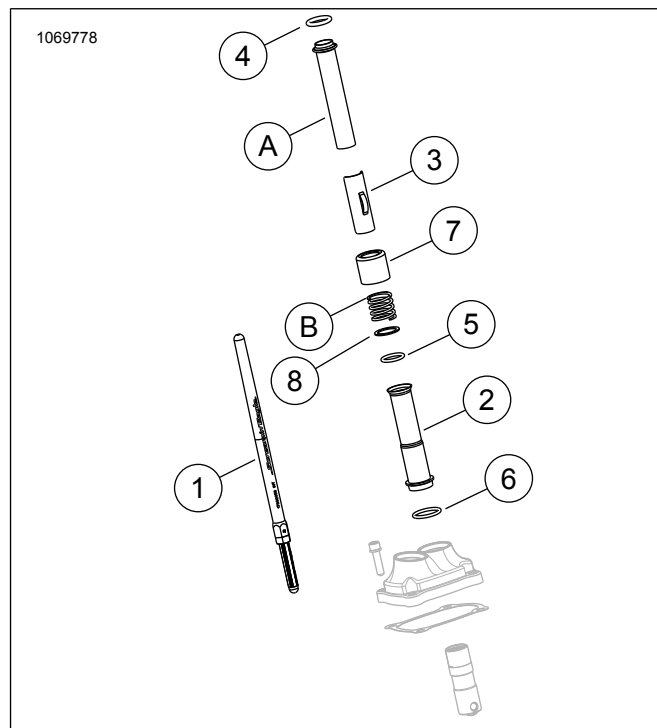
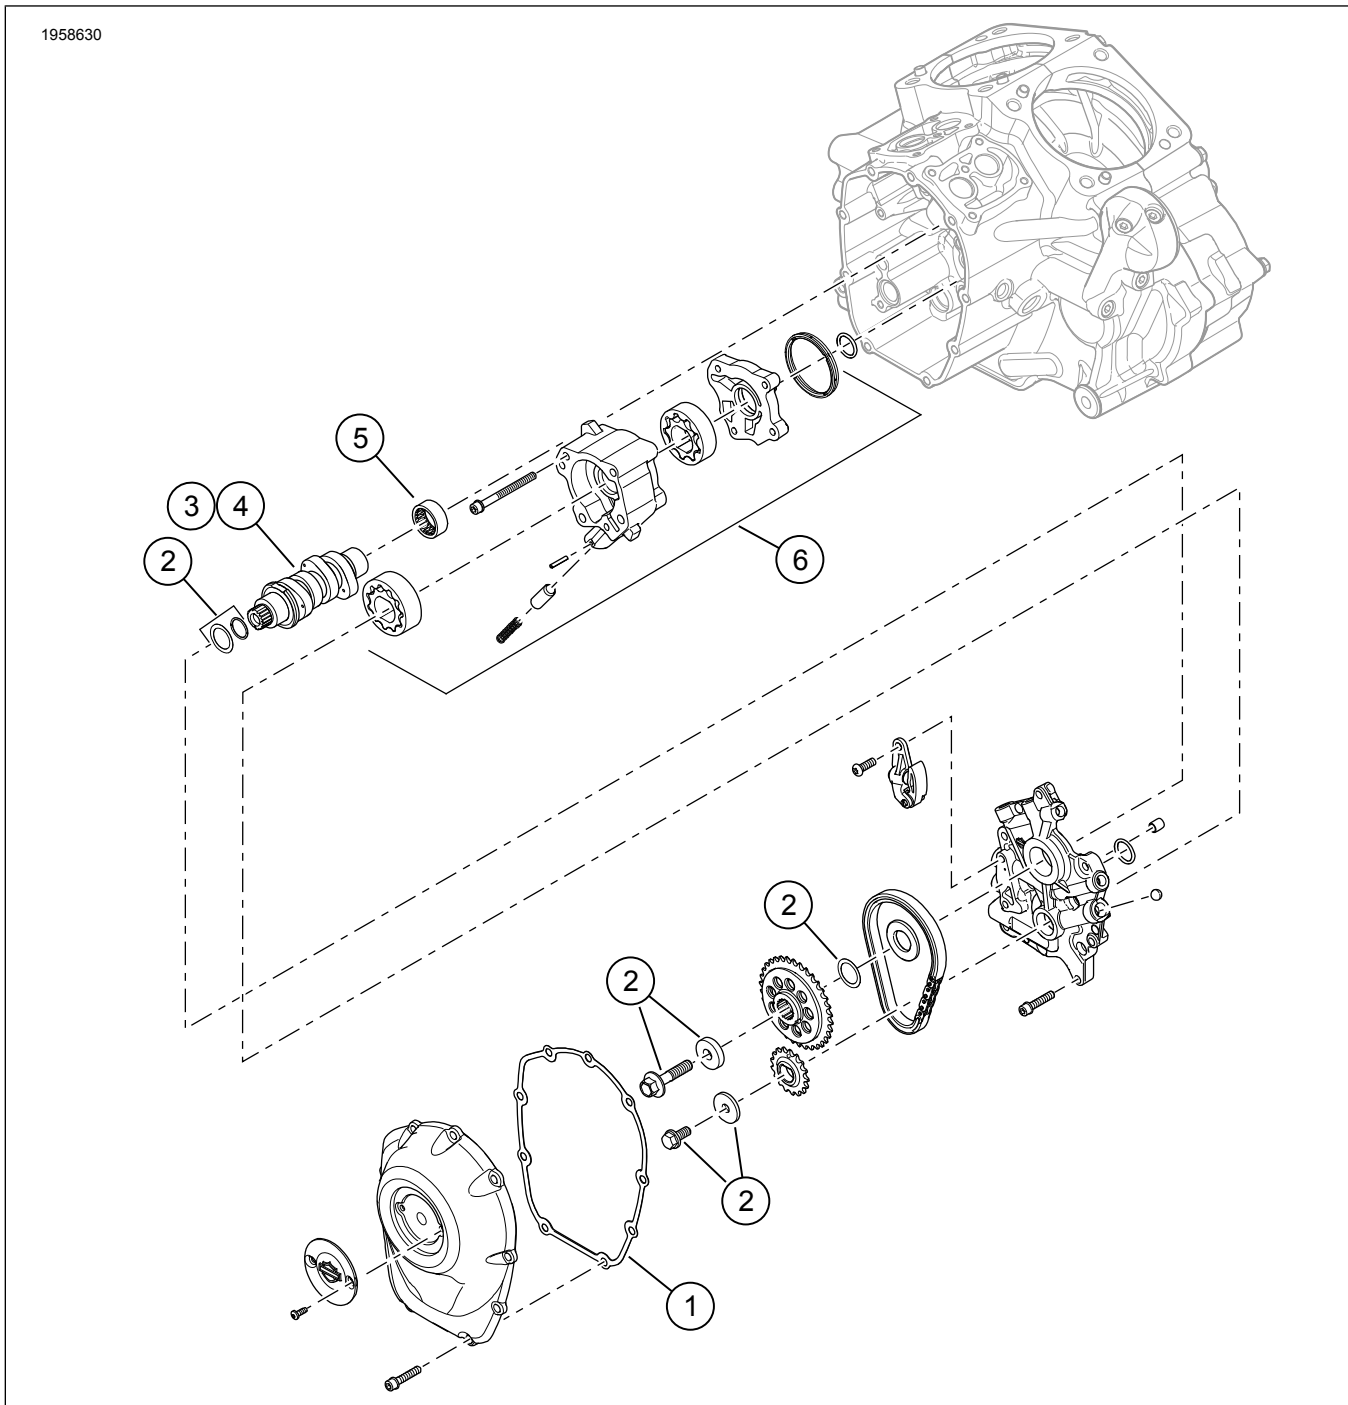

Figure 3. Pièces de rechange
Figure 4. Pièces de rechange : Kit Stage 2 Milwaukee-eight Screamin' Eagle
Voir Figure 3 à Figure 4, et Tableau 2 à Tableau 3.
1. Figure 4 Poser la pompe à huile. Se reporter à la section MOTEUR du manuel d'entretien.